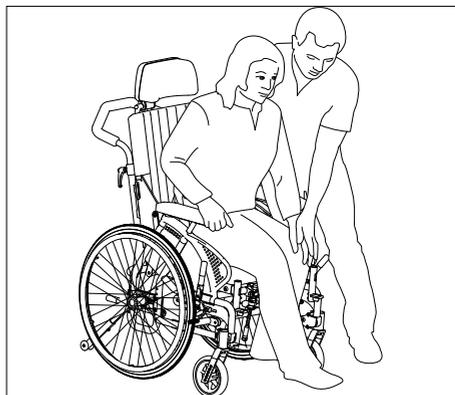

Figure 18
S'asseoir dans le fauteuil et sortir de celui-ci Figures 18, 19 et 20
- L'utilisateur peut maintenant s'asseoir dans le fauteuil roulant ou bien en sortir en se soulevant avec ses mains, avec l'aide d'une personne ou bien grâce à un mouvement frontal s'il a la capacité de se tenir debout, voir les figures 18, 19 et 20.